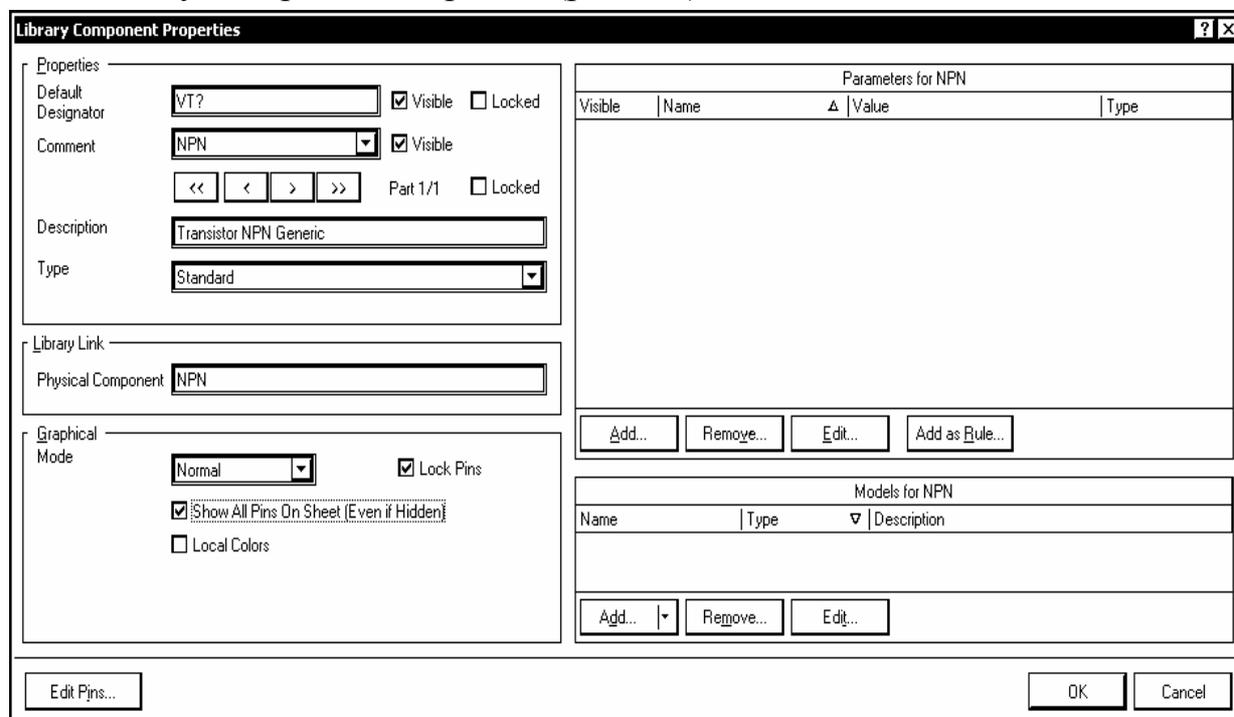

Рис. 3.9
1. Аналогично п. 1 предыдущего раздела, активизировать диалоговое окно Library Component Properties (рис. 3.9).